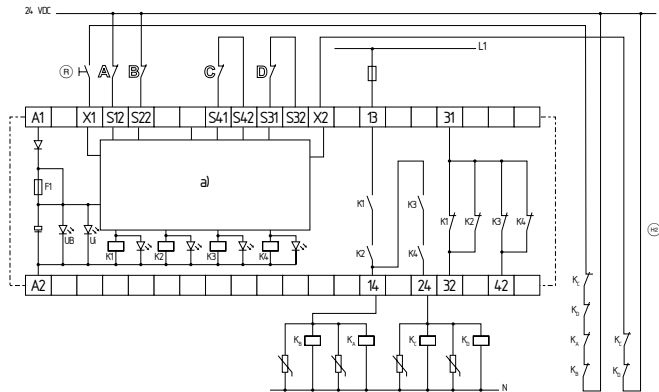

Abb. 2: SRB202CS, 202CS/T
Zweikanalige Ansteuerung, dargestellt am Beispiel einer Not-Aus-Schaltung mit zwei Kontakten A und B und einer Schutztürüberwachung mit den zwei Kontakten C und D, davon mindestens ein Kontakt zwangsöffnend; mit externem Reset-Taster (R) (bezogen auf Abschaltenebene 1) (siehe Abb. 2)
- (H) = Rückführkreis